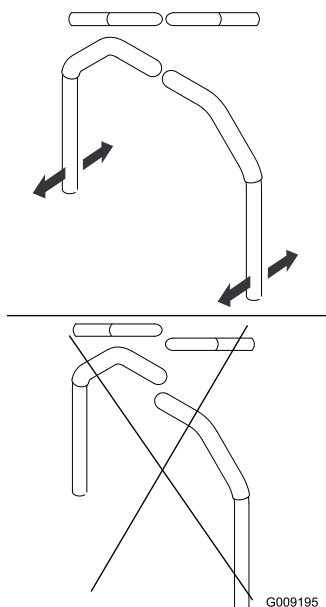

Figura 63
4. Allineate le leve latitudinalmente portandole assieme in folle e fatele scorrere finché non sono allineate, quindi serrate i bulloni (Figura 63).